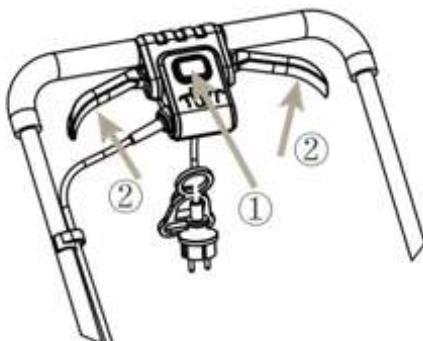

Рис. 11
Одной рукой нажмите и удерживайте кнопку запуска ①(Рис. 11).